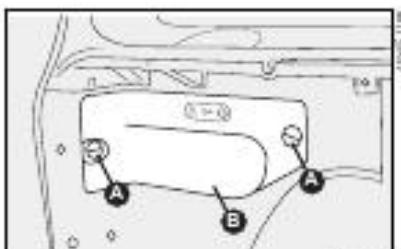

fig. 22
– Para Palio Weekend recolocar a tampa **B**-**fig. 22** apertando os parafusos.